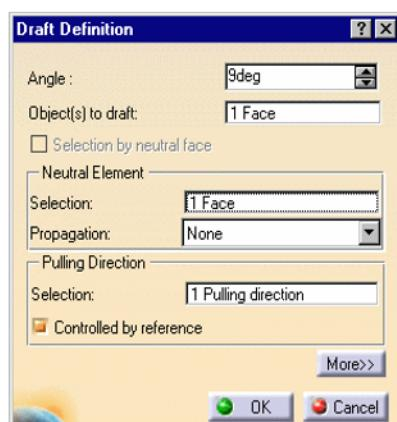

Fig.4. Dialogul **Draft Definition**
- Se alege iconul **Draft** simbolizat prin iconul , ceea ce determină apariția pe ecran a dialogului **Draft Definition** (fig.4).